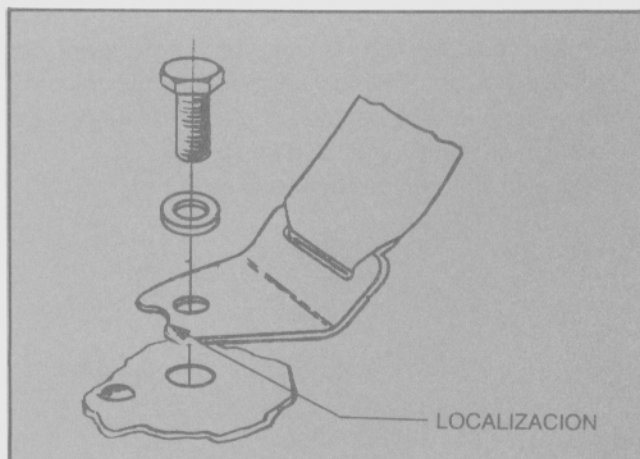

Fig. 43 - Instalación correcta del cinturón de seguridad trasero.
- Localizar correctamente los soportes del anclaje, colocar los tornillos con sus arandelas y ajustarlos al torque especificado (Fig. 43).